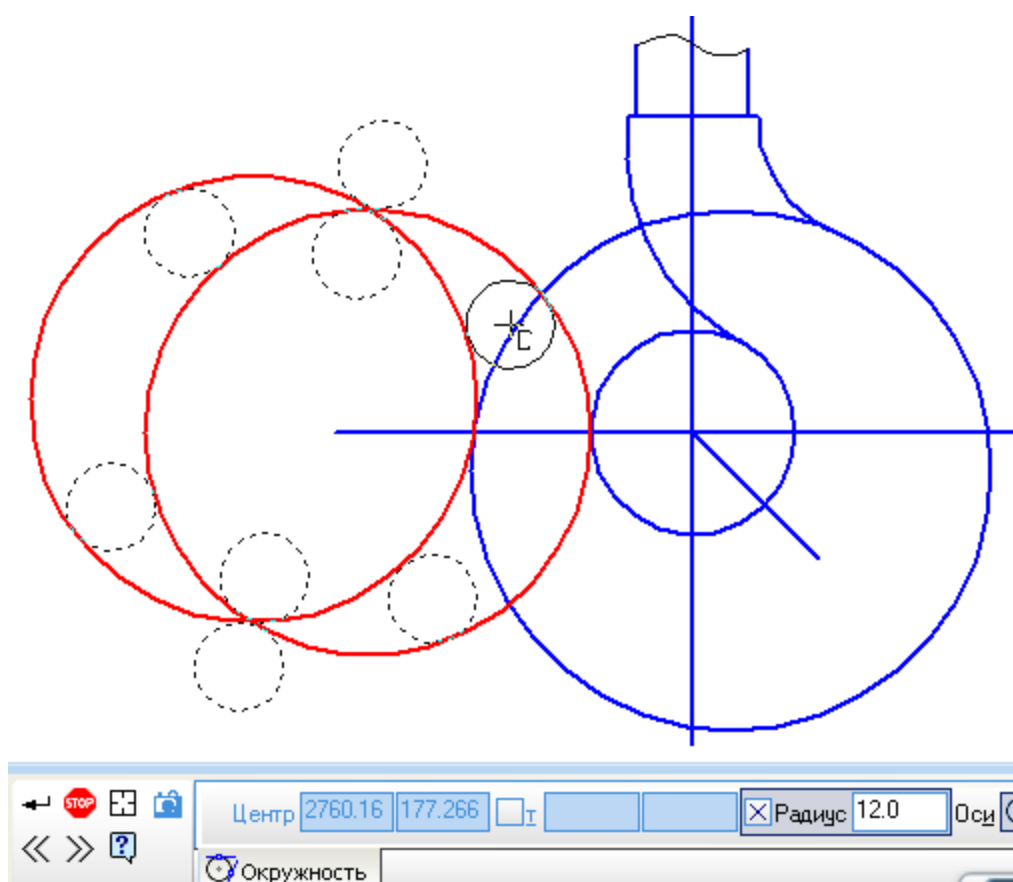

Рис. 3.20. Построение окружности, касательной к двум другим
7. Для построения кончика крюка необходимо использовать команду «Окружность, касательная к 2 кривым», в качестве касательных кривых укажем две окружности радиусом 60 мм, а в панели свойств введем радиус 12 мм, как показано на рис. 3.20.